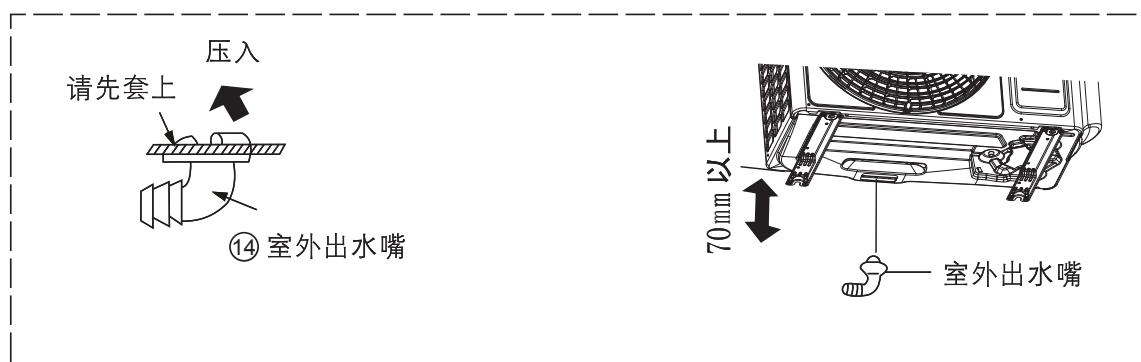

图28
- 2 请将机体在安装后，按图28所示将附件 ⑭ 室外出水嘴安装在出水孔中。